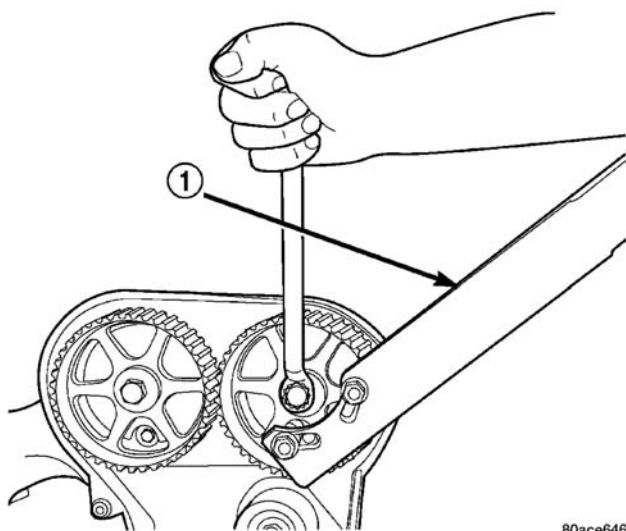

图 20 凸轮轴链轮-拆卸/安装
- （2）用专用工具 6847 暂时固定每一个凸轮轴链轮，同时卸下中心螺栓（图 20）。
（4）安装凸轮轴链轮。用专用工具 6847 固定每个链轮和紧固中心螺栓至 101 N·m(75in. lbs.)（图 20）。